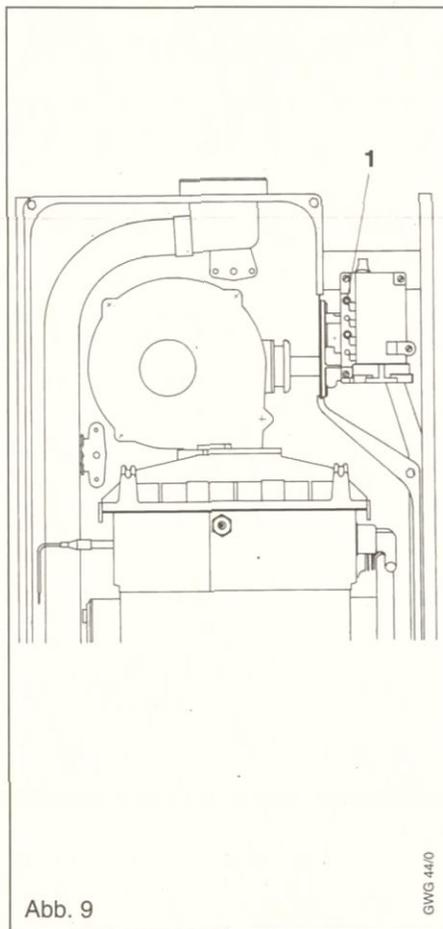

Abb. 9
- Dichtungsschraube des mit „PE“ gekennzeichneten Anschlußdruck-Meßstutzens (1; Abb. 9) 2 bis 3 Umdrehungen lösen.